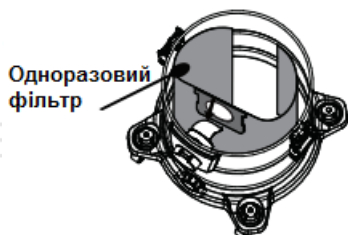

Рисунок 4.1 Встановлення паперового фільтра.
5.2.1 Встановлення одноразового фільтра для сухих відходів (рисунок 4.1).